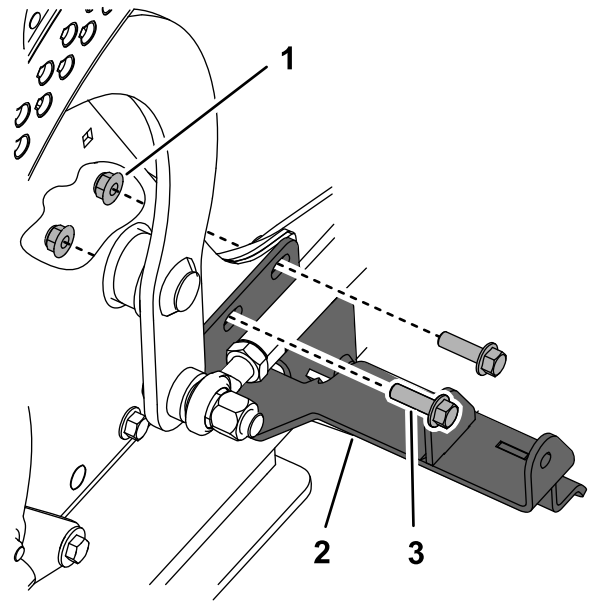
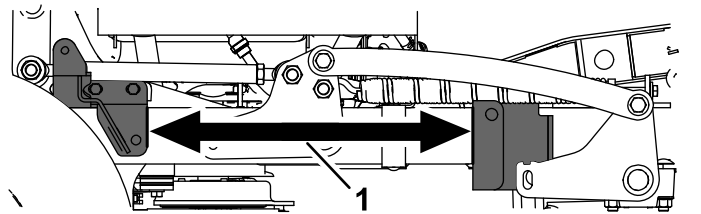
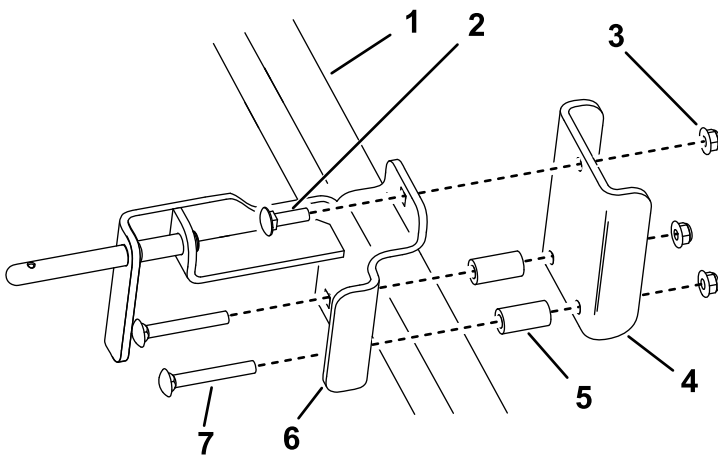

Figura 2
Figura 3
Figura 4
2. Retire los 2 pernos (3/8" x 1¹/₄") y las 2 tuercas (3/8") del lado derecho de la máquina (Figura 2).
3. Use los pernos y las tuercas que acaba de retirar para asegurar el soporte trasero del kit y la cubierta del ventilador en el bastidor de la máquina (Figura 2). Apriete a 41–49 N·m (30 a 36 pies-libra).
4. Instale, sin ajustar, el soporte delantero y la placa posterior en el bastidor de tubo derecho, aproximadamente 44 cm (17¹/₄") enfrente del soporte trasero (Figura 3), con 1 perno de cuello cuadrado (3/8" x 1¹/₄"), 2 pernos de cuello cuadrado (3/8" x 2³/₄"), 2 espaciadores y 3 tuercas (3/8") como se muestra en (Figura 4).
8. Si instalará un ensacador en la máquina, retire los soportes delantero y trasero (consulte Figura 2 y Figura 4). Instale los pernos y las tuercas del soporte trasero para asegurar la cubierta del ventilador en la máquina.